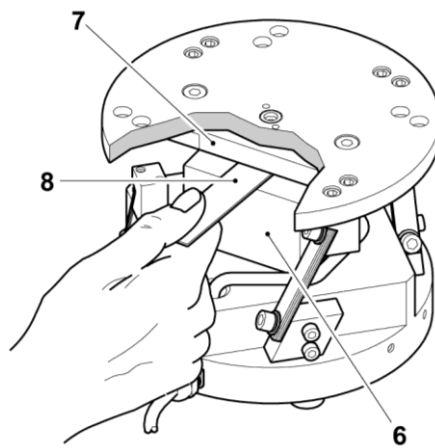

Figure 20
4. L'espace entre la bobine magnétique (6) et la culasse (7) est à régler au moyen d'une jauge (8) et doit comporter entre 0.3mm et 0.5mm (reg. Figure 20)